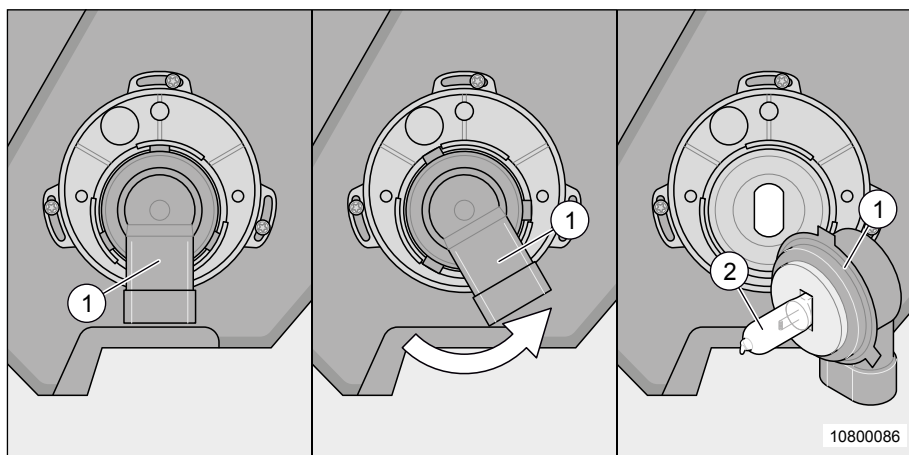

Fig. 124 Remplacement des ampoules du feu de croisement et du feu de route
Si, lors du changement d'ampoule au niveau de l'éclairage avant (Fig. 124) on travaille avec un outil non approprié ou si le câble est trop sollicité, il y a risque de détérioration.
1. Tourner le culot (Fig. 124, pos. 1) dans le sens anti-horaire jusqu'en butée.
2. Retirer le culot (Fig. 124, pos. 1) prudemment et de manière droite. Veiller à ne pas trop tendre le câble ou le débrancher en le retirant.
3. Retirer l'ampoule (Fig. 124, pos. 2) du culot et la remplacer.